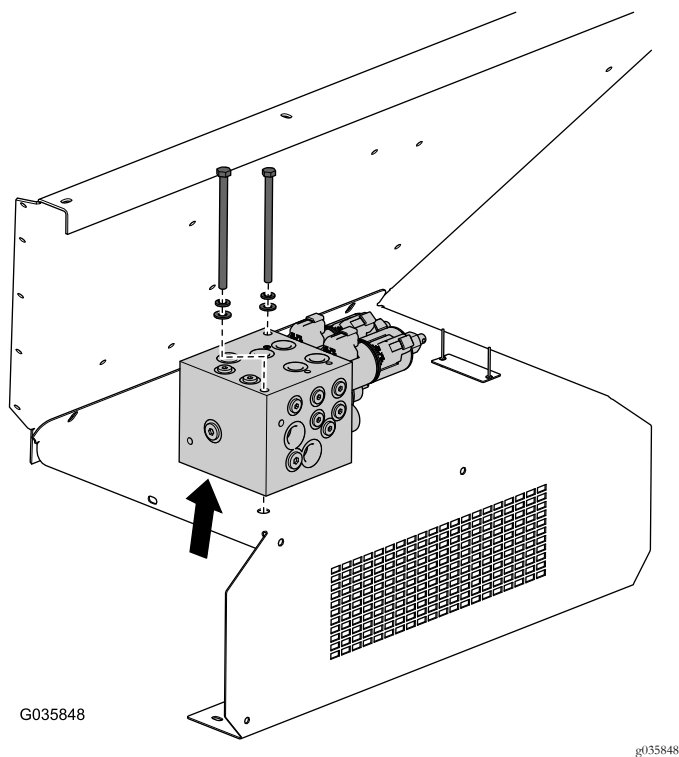

Рисунок 5
1. Снимите болты и шайбы с блока коллектора и сохраните их для установки на более позднем этапе (Рисунок 5).
3. Поднимите коллектор с брызговика только на такую высоту, чтобы снять имеющийся брызговик (Рисунок 5).